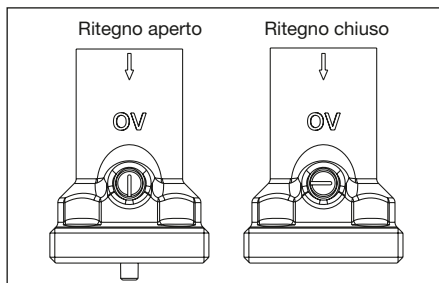

Fig. 7 Posizione freno di gravità "Regumat S"
1. Rimuovere la parte frontale della coibentazione (1)
2. Estrarre il blocco di fissaggio (2)
3. Rimuovere il gruppo (3) dalla parte posteriore della coibentazione (4)
4. Posizionare la parte posteriore della coibentazione (4) perpendicolarmente alla parete ed utilizzarla come dima per eseguire i fori (fig. 7)